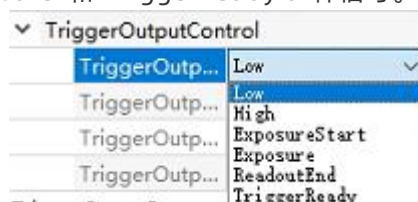

图 5-16
(3) TriggerPortEnable: Port1 默认开启且不可关闭, Port2、Port3、Port4 可通过配置选择是否启用;
(4) TriggerDirection: 用于配置所选 TriggerPort 的功能方向, 可选模式包括:
(5) TriggerLevelSelect: 用户触发信号的选择, 可支持 TTL, LVDS 和 RS422/RS485;
(6) TriggerInputControl: 触发输入设置模块, 仅在 TriggerDirection 设置为 TriggerIn 时可设置;
(7) TriggerOutputControl: 触发输出设置模块, 仅在 TriggerDirection 设置为 TriggerOut 时可设置;
- TriggerOutputSignal: 触发输出信号选择, 如图 5-16 所示支持 High、Low、ReadoutEnd、ExposureStart、Exposure 和 TriggerReady 6 种信号。